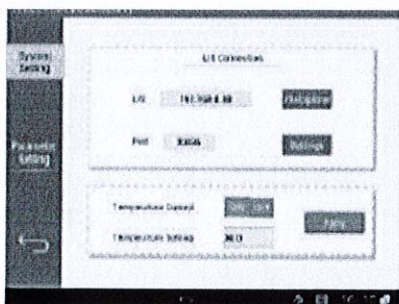

Рис. 6.14
- (1) Перейдите к основному интерфейсу прибора, нажмите "Setup". Выберите "System Settings". См. Рис. 6.14.